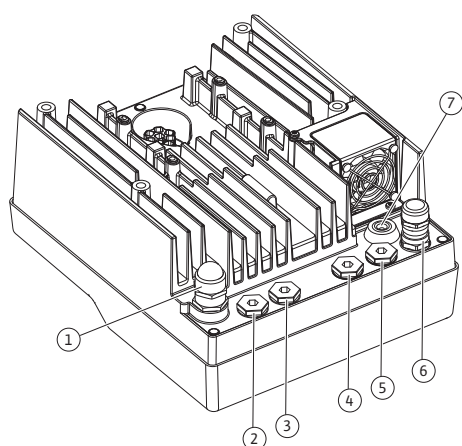

Fig. 19: Prensaestopas/pasamuros
4. Guíe el cable de conexión por el prensaestopas M25 (Fig. 19, Pos. 1). Apriete el prensaestopas con los pares de apriete prescritos.